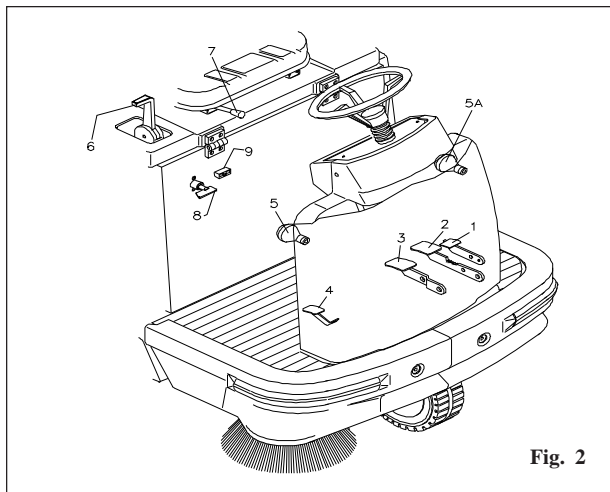

Fig. 2
- 1: Colocar la palanca alza cepillo **5 Fig. 2** en posición **OFF**.
- Conectar el cargabatería a la toma **Fig 2** y mantener el estado de carga por un tiempo mínimo de 2 horas.
- Quitar la llave de seguridad **8 Fig.2**
- Conectar el cargabaterías, (fig. 2).
3 Verificar que la llave de desconexión de la batería **8 Fig. 2** esté en posición **ON**.
6 Si está activado, desbloquear el freno de estacionamiento accionando el pedal **2 Fig. 2**.
7 Accionar el pedal del acelerador **4 Fig. 2** para poner en marcha la máquina, dosificando la velocidad deseada regulando la presión ejercida sobre el mismo.
1- Bajar el cepillo central colocando la palanca respectiva **6 Fig. 2** en la posición **ON**.
2- Si es necesario, bajar el cepillo lateral accionando la palanca **5 Fig. 2**.